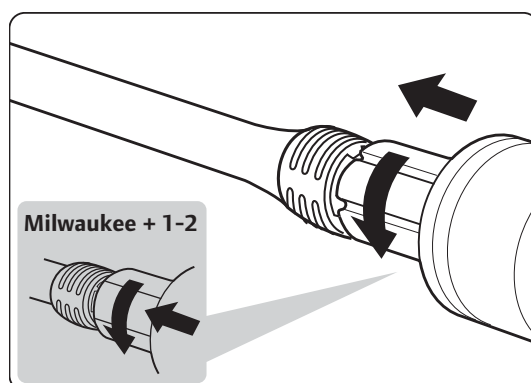

Fig. 5. Lărgire finalizată.
- d) Repetați acest proces de lărgire până când țeava/ inelul este lărgit(ă) pe marginea capului de lărgire. Apoi lărgiți de încă 1-2 ori. Consultați Fig. 5.
- e) Repetați acest proces de lărgire până când țeava/inelul este lărgit(ă) pe marginea capului de lărgire. Consultați Fig. 5.